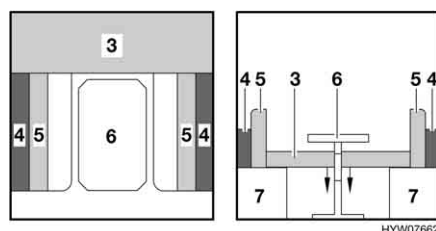

Fig. 73 Durante la trasformazione
- Inclinare il tavolo verso il basso fino all'altezza del cassone letto (Fig. 73,7). Chiudendolo si deve sentire un leggero clic.